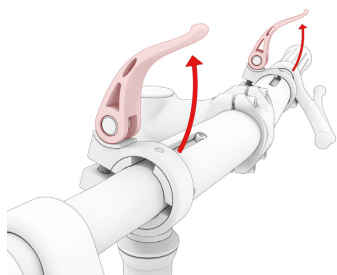

Fig. 2.10
- ⑧ Ouvrez les deux attaches rapides sur le tube principal du guidon (Fig. 2.10).